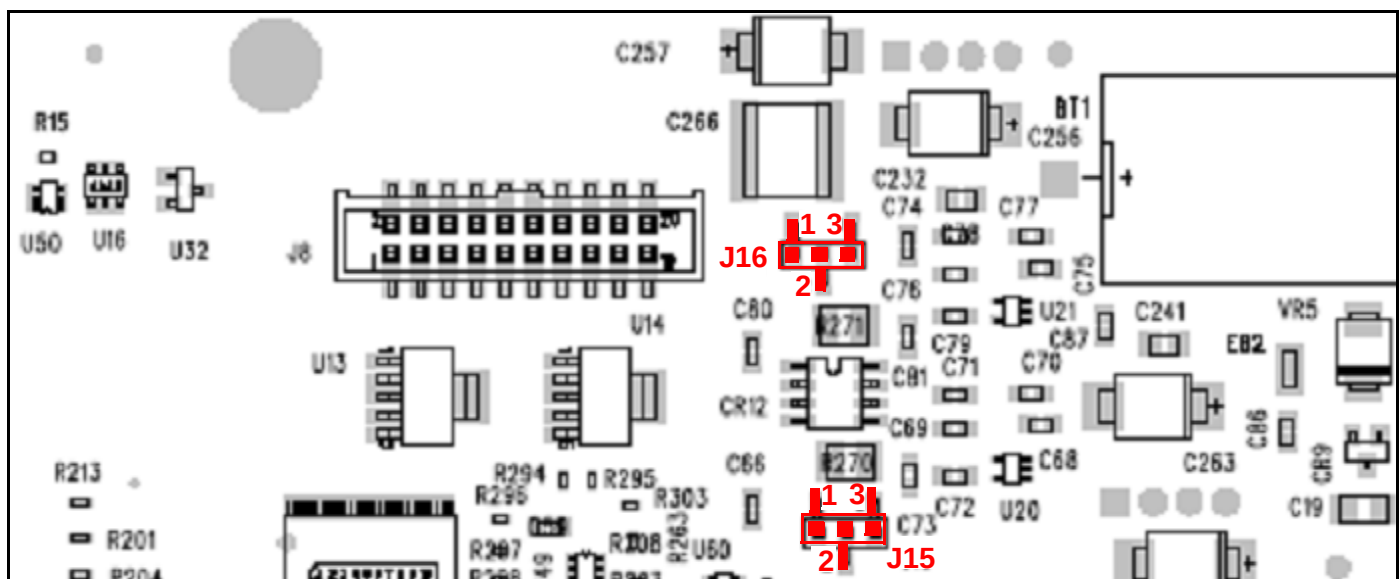

Figura 8: Terminación del modo RS-485 - Instale los puentes J15 y J16 en los pines 1 y 2
- b. Utilizar unas pinzas de punta larga para mover los puentes J15 y J16 desde los pines 2 y 3 (configuración predeterminada de fábrica) a los pines 1 y 2 (consulte la Figura 8 en la página 14). J16 es la terminación del puerto 1, y J15, la del puerto 2. También se recomienda adoptar precauciones básicas para evitar descargas de electricidad estática, como el uso de brazaletes antiestáticos.